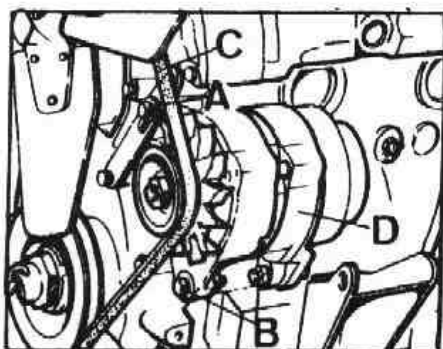

Fig. A1-24 Desmontaje del alternador
- 1.4. Desmontar el tornillo, A (Fig. A1-24) del tensor, pivotar el alternador, D, hacia adentro y extraer la correa, C.
- 1.5. Desmontar los elementos de fijación, B (Fig. A1-24) del alternador, D, y extraer este último.
- 1.4. Aflojar el tornillo, A (Fig. A1-24) del tensor del alternador, D, pivotar éste hacia adentro y extraer la correa, C.